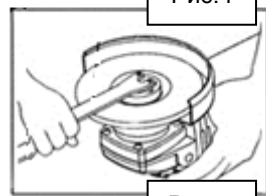

Рис.5
4. Нажмите кнопку стопора вала, слегка проверните приводной вал до фиксации. Затяните наружный фланец при помощи ключа для наружного фланца (Рис.5).